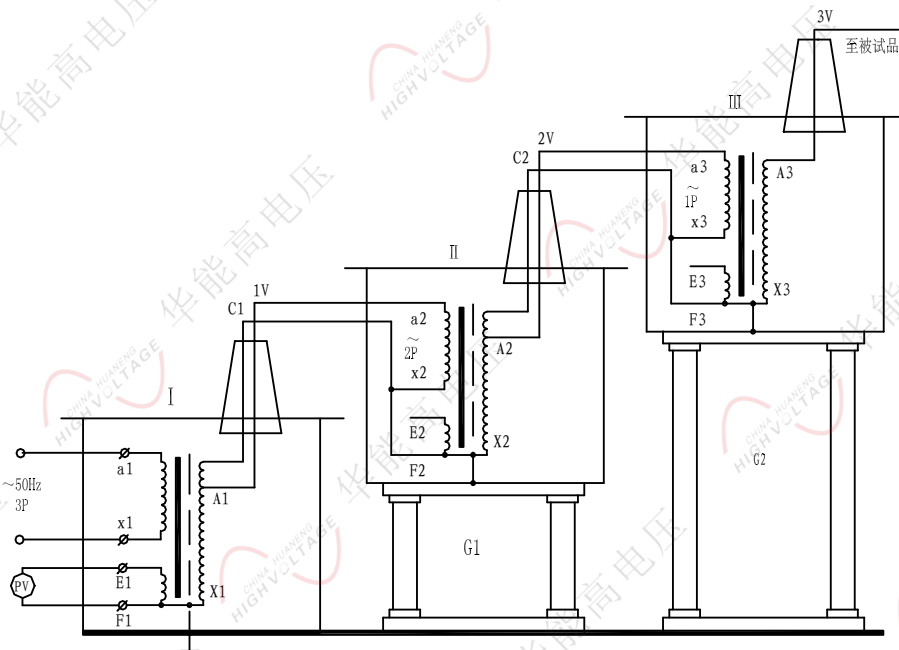

图 5：三台试验变压器串级接线原理图
1、三台试验变压器串级获得更高电压的接线原理见图 5。串级高压试验变压器有很大的优越性，因为整个试验装置由几台单台试验变压器组成，单台试验变压器容量小、电压低、重量轻，便于运输和安装。它既然可串接成高出几倍的单台试验变压器输出电压组合使用，又可分开成几套单台试验变压器单独使用。整套装置投资小，经济实惠。图 5 中，在第一级和第二级的每个单元试验变压器中都有一个励磁绕组 A_1 、 C_1 和 A_2 、 C_2 。在串级试验变压器基本原理图中，